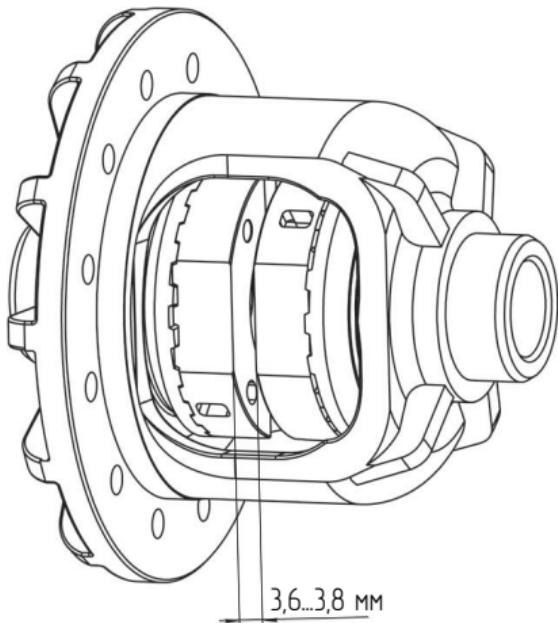

Рис. 4
14. Используя набор плоских щупов, измерьте зазор между муфтами как показано на Рис. 4. Зазор должен составлять от 3,6 до 3,8 мм.